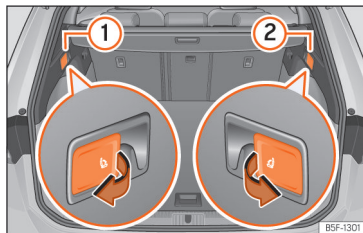

Fig. 102 Na bagageira: alavancas para o desbloqueio do encosto traseiro.
- Puxe a alavanca de desbloqueio à distância da parte esquerda »» Fig. 102 ① o derecha ② do encosto no sentido da seta. À parte desbloqueada do encosto traseiro rebate-se automaticamente para a frente.